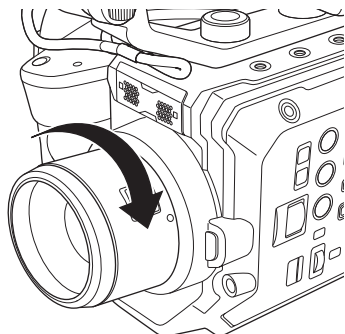

図 3
- 4** レンズを「カチッ」と音がするまで時計方向に回す。(図 3)